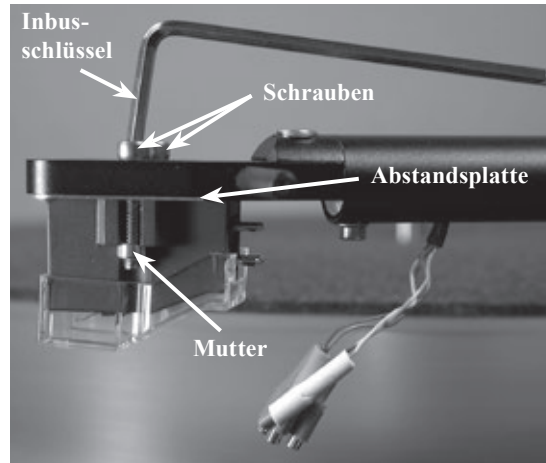

Abbildung 24
4. Richten Sie den Tonabnehmer seitenparallel (Vorderseite sowie linke und rechte Seite) an der Headshell aus und befestigen den Tonabnehmer mit Hilfe der mitgelieferten Schrauben und Muttern unter Verwendung der entsprechenden Werkzeuge. Siehe Abbildung 24.